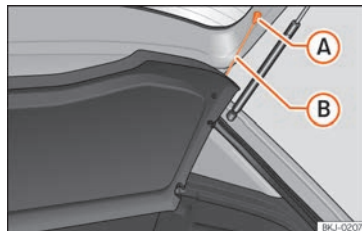

Fig. 137 În portbagaj: demontarea și montarea raftului depozitare spate.
- Detașați chingile » » » **fig. 137 (B)** din cârlige **(A)**.
- Atașați chingile de fixare » » » **fig. 137 (B)** pe hayon.